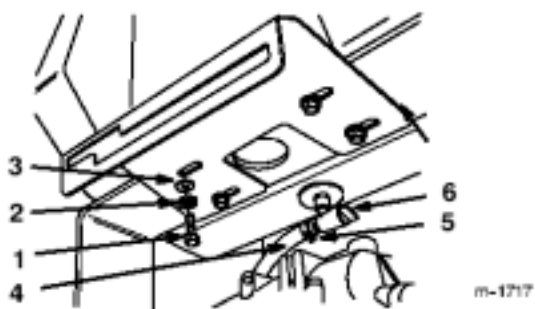

图3
- 2、将控制面板，燃油箱和后机架用四个7/8寸(22.5mm)螺栓锁紧垫片，垫片固定在一起。(图3)
- 3、先将管夹卡在燃油管上。(图3)
然后将油管与油箱接头连接，并用管夹夹紧。(图3)